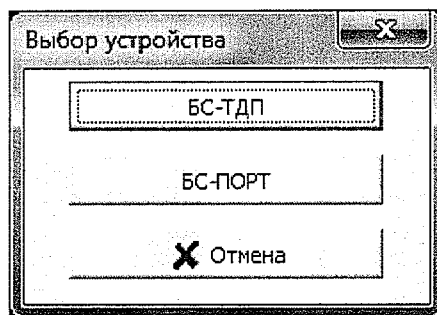
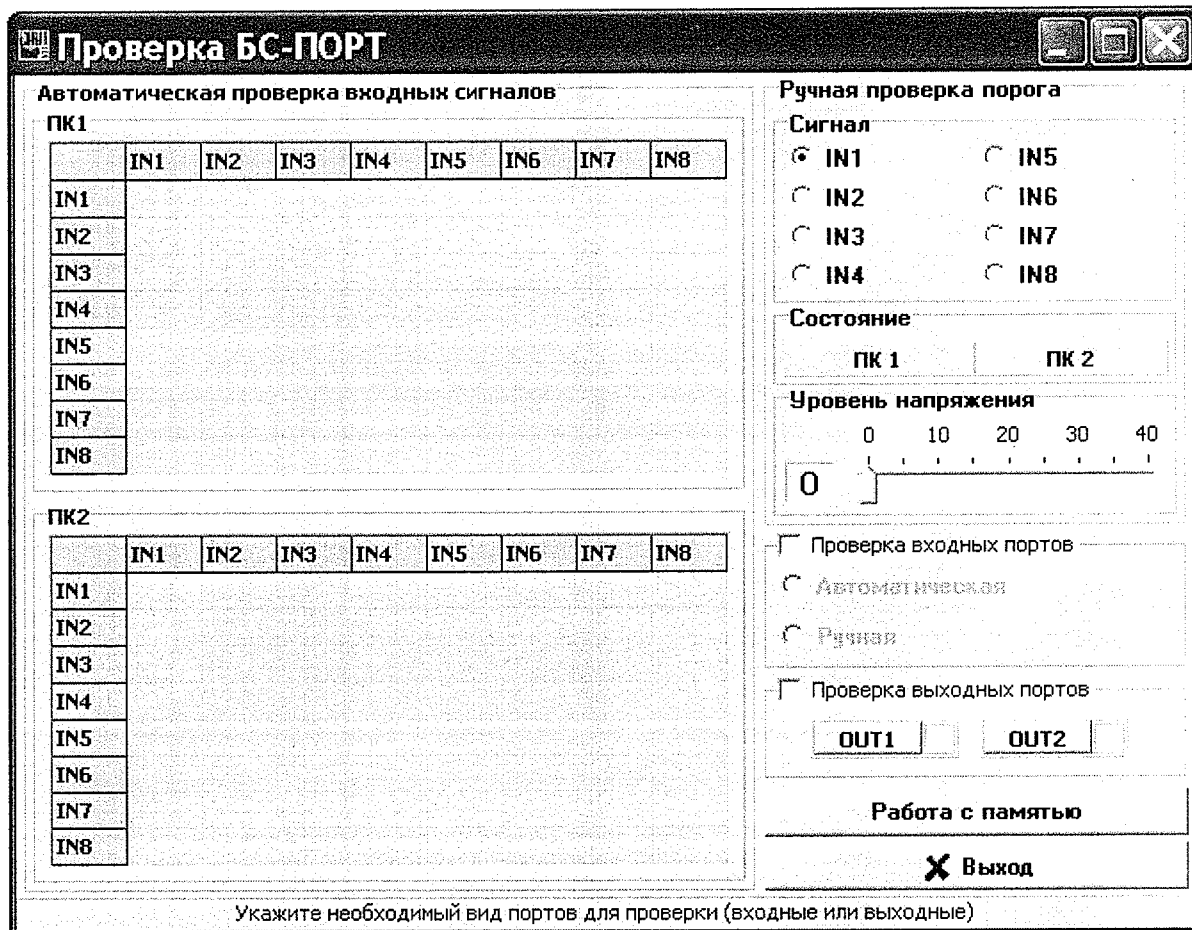

Рисунок 3
Рисунок 4
- выберите пункт главного меню «Доп. устройства». Если к стенду из дополнительных устройств подключен только БС-ПОРТ, то сразу загружается форма «Проверка БС-ПОРТ» (рисунок 4), а в ином случае появляется меню «Выбор устройства» (рисунок 3);
Выбор проверки осуществляется соответствующими кнопками на форме, см. рисунок 4.